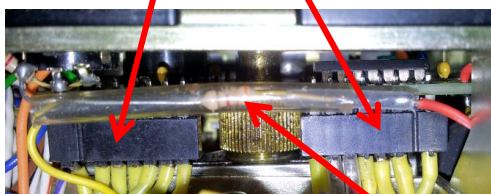

Abbildung 2
- Stecken Sie vorsichtig die beiden Stiftleistenanschlüsse wieder an der neuen Anzeigeplatine ein (siehe Abbildung 2).